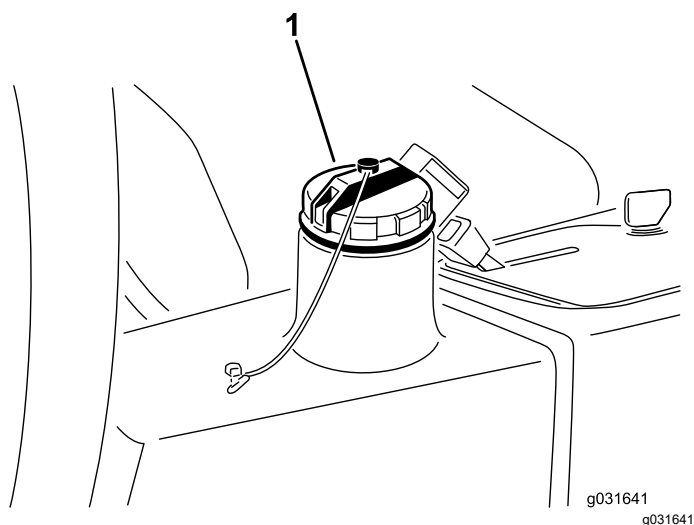

図 67
4. 油圧オイルタンク **図 67** に約 13.2 リットルの油圧オイルを入れる **油圧作動液の仕様** (ページ 53)と**油圧オイルの量を点検する** (ページ 54)を参照。